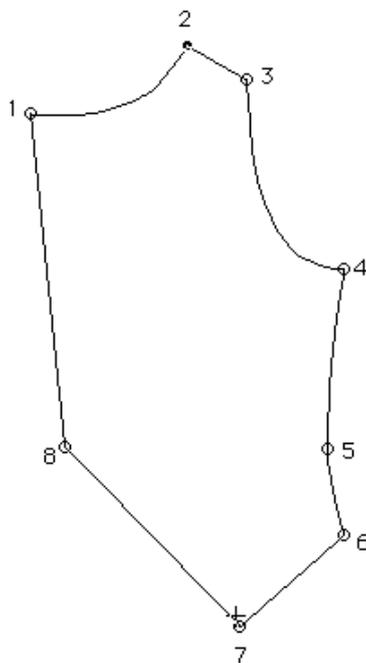

Figura 2-40
3. En este caso, escoja una medida de eje X (DX), y nombre la dimensión "Abertura del cuello", y presione Aceptar.
- Haga clic primero en el punto 2 y luego en el punto 7, para definir el largo como se muestra en la Figura 2-40.